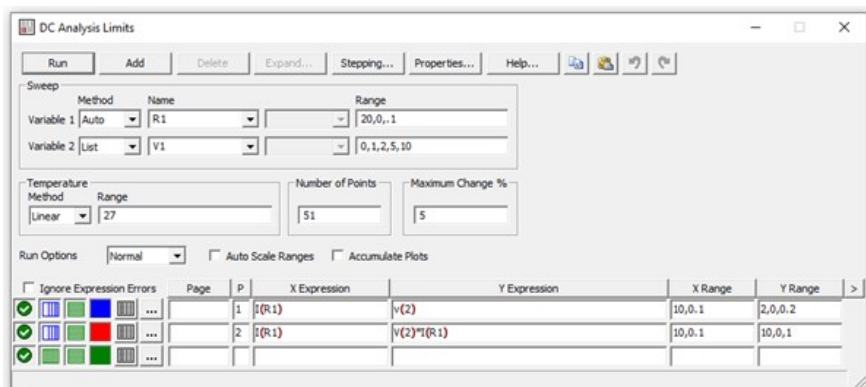

Рис. 2.4
- 2.4. Запустите расчет режима по постоянному току, выбрав **Analysis**→**DC...** (Alt+3). Установите пределы изменения как показано на рис. 2.4. Нажмите **Run**. Получившиеся графики сохраните в отчет.